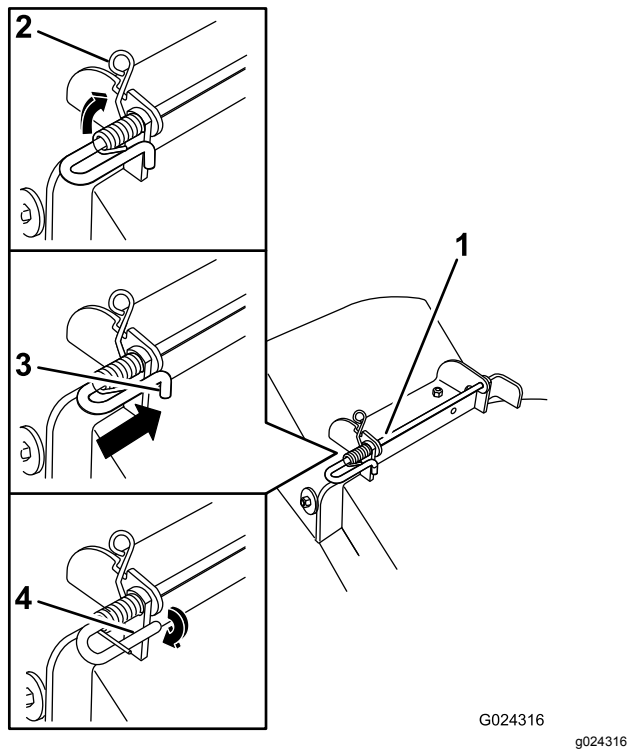

Figure 78
5. Soulevez le côté du ressort avec la boucle et placez-le dans le cran du support de déflecteur (Figure 78).
6. Fixez l'ensemble tige et ressort en le tournant de sorte à pouvoir placer l'extrémité courte de la tige derrière le support avant soudé au plateau de coupe (Figure 78).